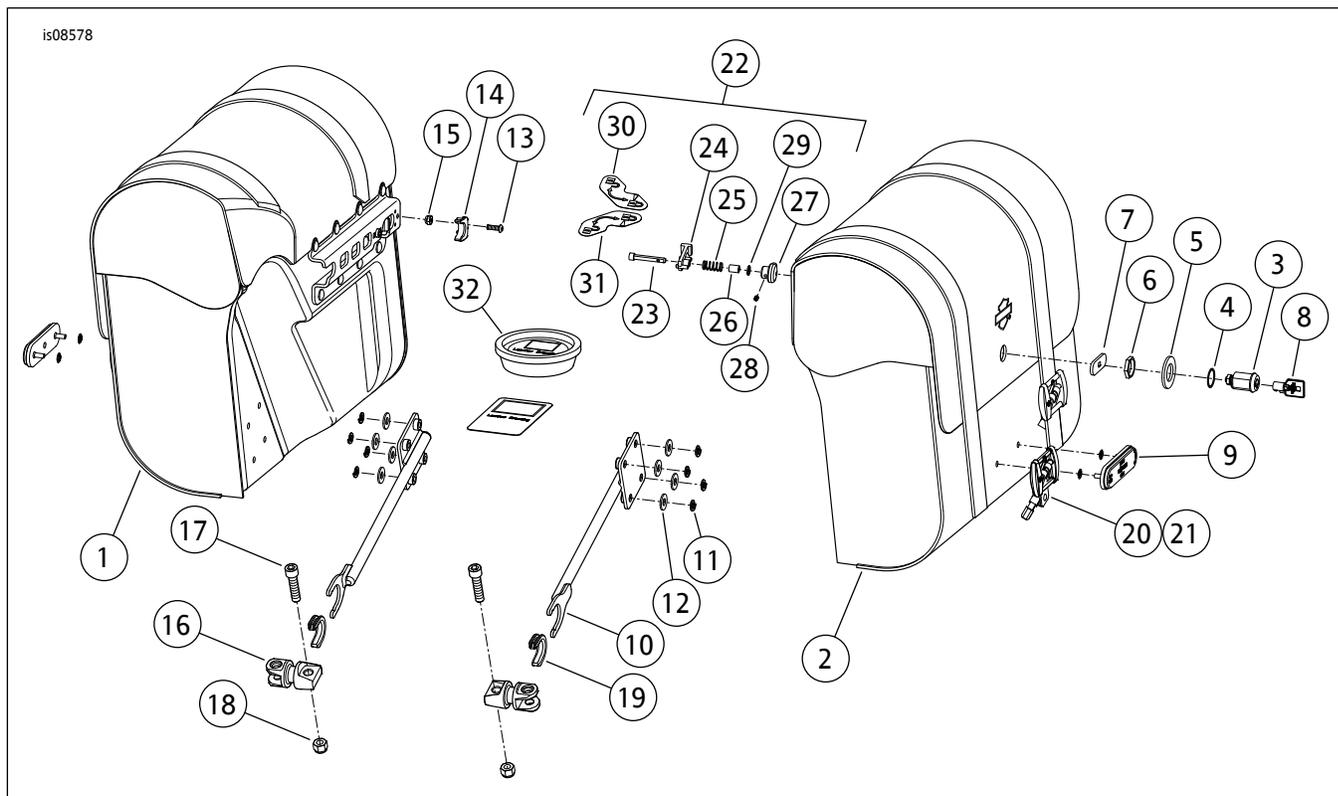

图7。维修零件：XL可拆卸式边箱套件
2. 参见图7和表1。取出右侧（1）和左侧（2）边箱组件、后对接适配器（14）、螺丝（13）和螺母（15）。
5. 参见图7和表1。取出边箱支撑臂以及连接的U型夹（10和19）、平垫圈（12）、锁紧垫圈（11）和套件90201424中的部件。
1. 参见图7和表1。从套件中取出锁的项目3至7。